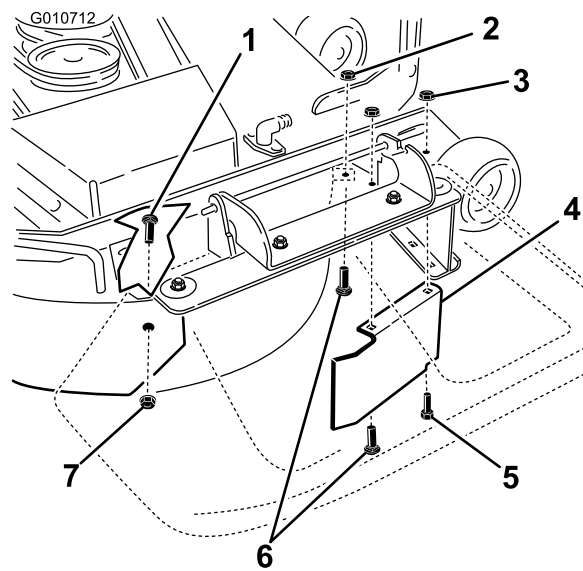

Figura 37
- Retire el perno de cuello cuadrado (5/16 x 3/4 pulgada) y la contratuerca (5/16 pulgada), situados en la pared trasera de la carcasa de corte, que sujetan el deflector a la carcasa (Figura 37).
- Localice el protector del deflector en el borde delantero del orificio de descarga lateral. Retire los fijaciones que sujetan el protector del deflector y el deflector derecho a la carcasa de corte, según se muestra en Figura 37. Retire el protector del deflector y guarde todos los herrajes.
13. Instale las fijaciones retirados anteriormente en los taladros delanteros de la placa de descarga y en el taladro delantero de la carcasa (Figura 37).